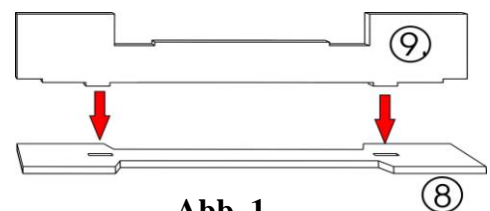

Abb. 1
Der Zusammenbau von der Brücke: Auf den Teil (1) kleben Sie den Teil (2) auf und auf das Kreuz von der Strebe kleben Sie den Teil (4) auf. Jetzt drehen Sie die geklebte Einheit um und kleben Sie aus der zweiten Seite den Teil (3) auf. Passen Sie den Teil (6) von oben auf die Schlösser ein und kleben Sie ihn auf, biegen Sie den überstehenden Teil nach der Form des Teiles (1) um und kleben Sie ihn an die Kante auf. Die Orientierung des Teiles ist so, dass der Ausschnitt auf der unteren Seite hinein in die Brücke zusteuern muss (zur gegenüberliegenden Seite als die Niete sind). Kleben Sie den Teil (7) von oben auf den Teil (6) damit auf, dass Sie mit dem überstehenden Ende die zweite Seite vom Teil (1) überdecken. Jetzt passen Sie auf die vertikalen Streben in die Schlösser 4x den Teil (5) ein und kleben Sie ihn auf. Das ganze dieses Set ist zweimal, setzen Sie beide Sets der Seitenkonstruktion von der Brücke zusammen. Setzen Sie die Querbalken vom Brückenbalken aus den Teilen (8) und (9) nach der **Abb. 1** zusammen: